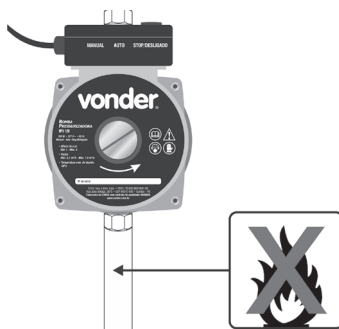

Fig. 8 - Riesgo de explosión
- El agua bombeada debe ser limpia y no contener partículas sólidas, fibras o aceite, pues puede dañar, quemar o explotar la bomba de presurizar (fig. 8).